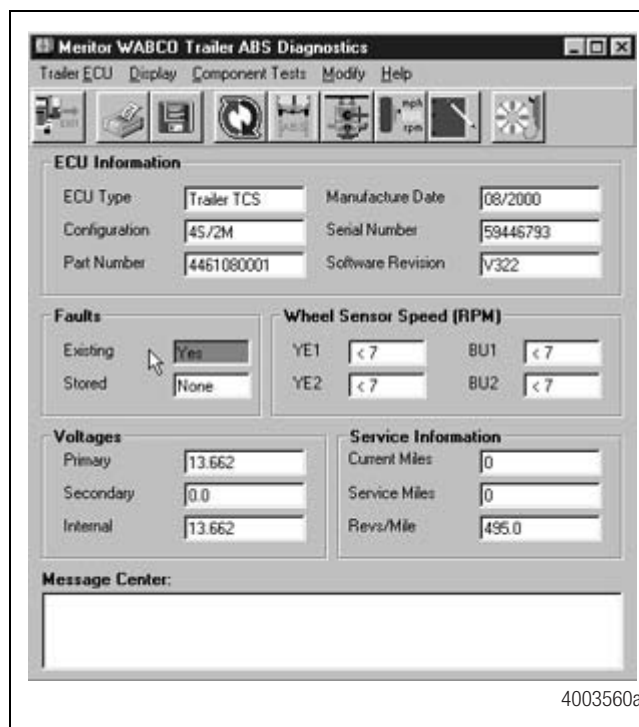

Figura 12
- Aplique 12 voltios CC al cable azul (constante). Verifique que el voltaje en la pantalla sea el correcto (9.4 a 14 voltios). El voltaje de la corriente constante se visualiza en el campo PRIMARIO. Figura 12.